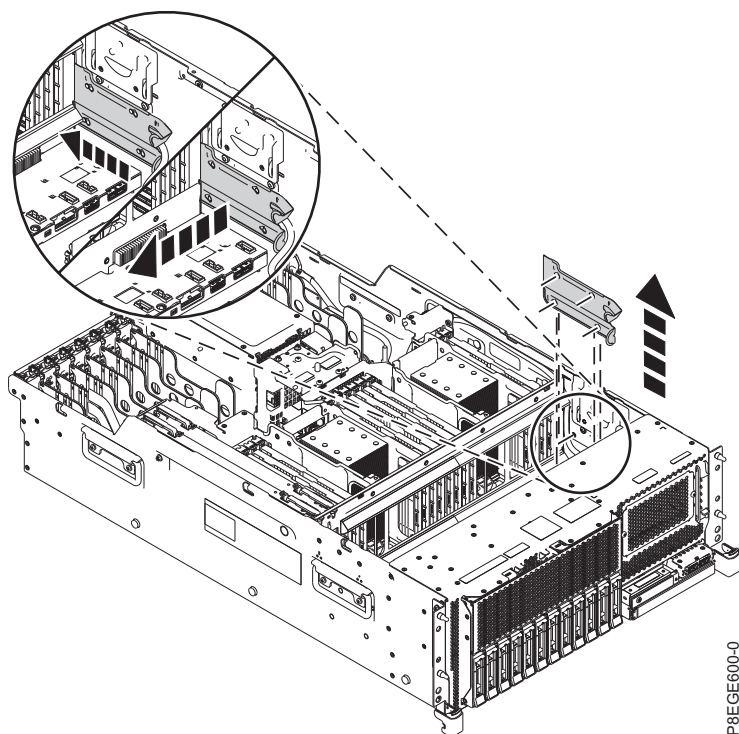

図 1. USB ケーブル・カバーの取り外し
4. システム・シャーシの側面にある USB ケーブル・カバーを取り外します。カバーの上部ハンドルをつかんで、引き出し、シャーシの側面から取り外します。カバーの-slot がシャーシの側面のピンから外れるまでカバーをシステムの背面方向に押してから、カバーを取り外します。図 1 を参照してください。